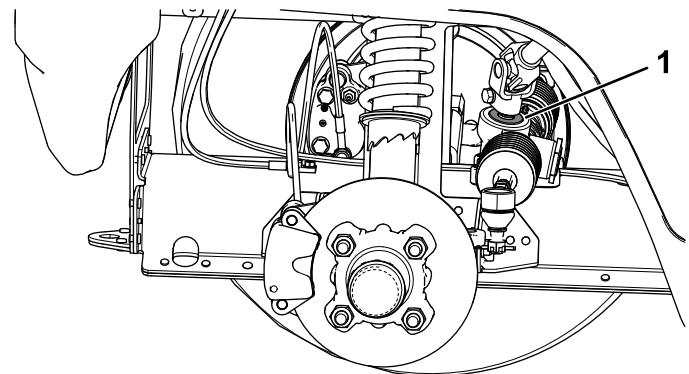

Figure 39
- **Important:** Vérifier l'état et la fixation du joint de l'arbre de pignon (Figure 39).